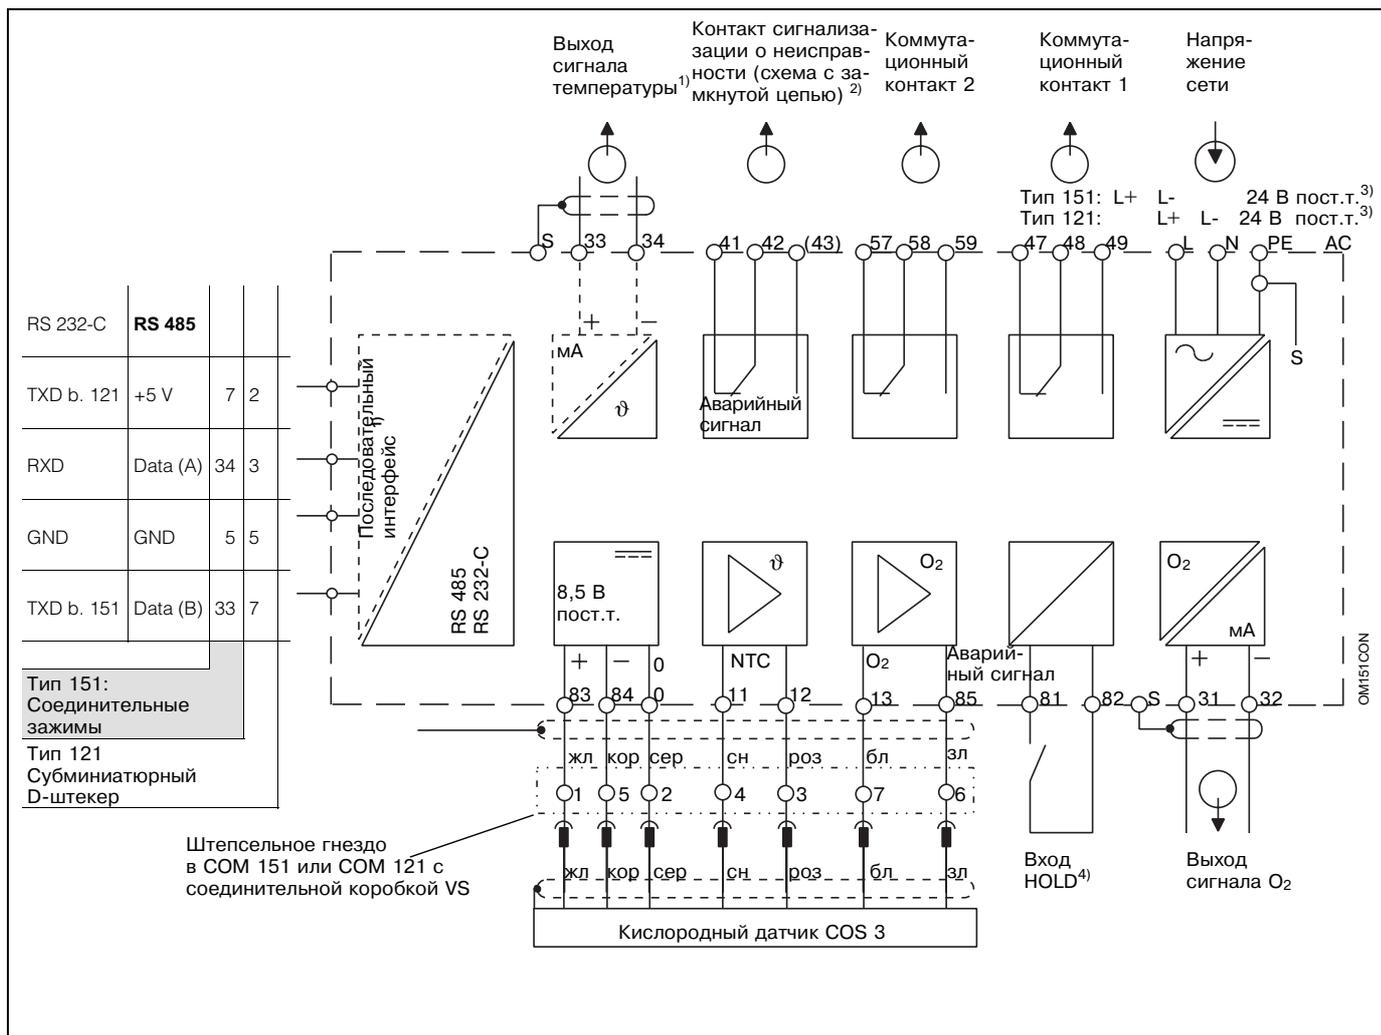

Рис. 4.11: Схема электрического подключения прибора MYCOM COM 121/151
- Подключите прибор согласно схеме соединений (см. рис. 4.11). Обеспечьте отдельную прокладку сигнального кабеля относительно линии питания и силовой линии!